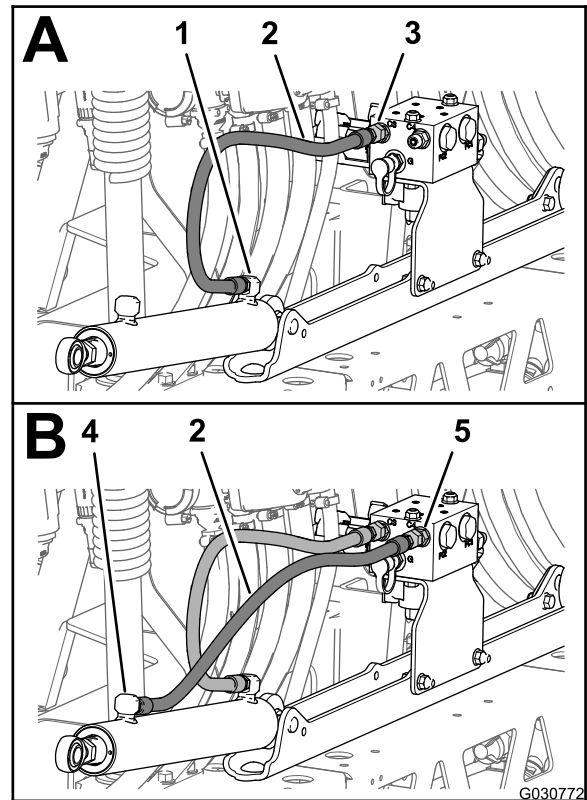
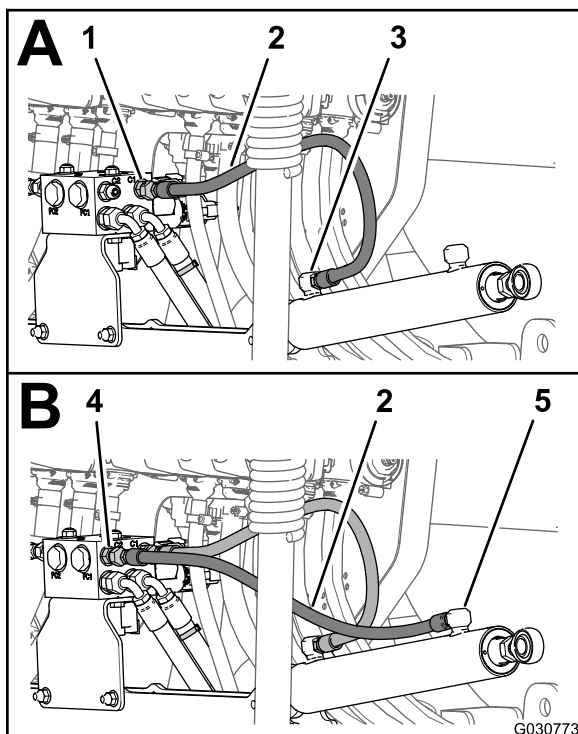

Figure 129
Figure 130
1. Reliez, sans serrer, un flexible hydraulique (1/4" x 24 3/4") neuf entre l'orifice de déploiement du vérin de levage de rampe gauche et l'orifice C3 du collecteur de levage de rampe (Figure 129).
2. Reliez, sans serrer, un flexible hydraulique (1/4" x 24 3/4") neuf entre l'orifice de rétraction du vérin de levage de rampe gauche et l'orifice C4 du collecteur de levage de rampe (Figure 129).
3. Reliez, sans serrer, un flexible hydraulique (1/4" x 24 3/4") neuf entre l'orifice de déploiement du vérin de levage de rampe droit et l'orifice C1 du collecteur de levage de rampe (Figure 130).
4. Reliez, sans serrer, un flexible hydraulique (1/4" x 24 3/4") neuf entre l'orifice de rétraction du vérin de levage de rampe droit et l'orifice C2 du collecteur de levage de rampe (Figure 130).
5. Serrez les raccords de flexible reliés aux orifices de déploiement et de rétraction des vérins de levage (Figure 129 et Figure 130) à un couple de 21 à 26 N·m.
6. Serrez les écrous orientables des flexibles sur le collecteur de levage de rampe (Figure 129 et Figure 130) à un couple de 24 à 30 N·m.